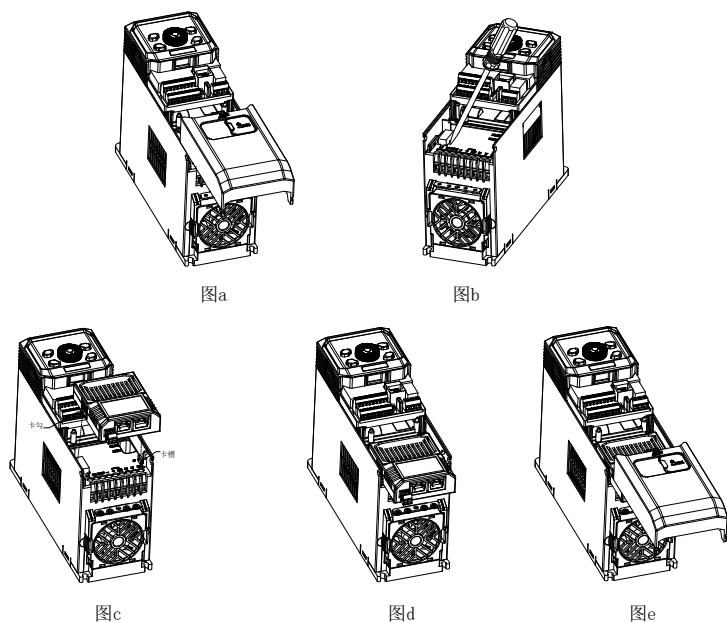

图2-4 位置2 通讯选项或IO选项安装步骤图
(1) 变频器非上电状态下，按下下盖板上上部颗粒状处，用力向下滑动，取下变频器下盖板，如图2-4 a所示。
(2) 使用一字螺丝刀撬掉防尘盖，如图2-4 b所示。
(3) 安装PN选件：将内装有总线卡的扩展盒朝上（指示灯朝上），对准安装位置2总线电气接口，水平往下按压，使得扩展盒弹压式卡口和变频器下端卡勾咬合，如图2-4 c与图2-4 d所示。
(4) 完成总线卡组装，如图2-4 e所示。